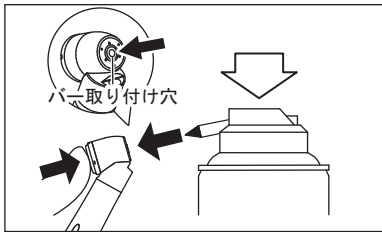

図9
- 2) プッシュボタンを軽く押しながらバーの取り付け穴へ直接スプレー注油を1～2秒行います。（図9）